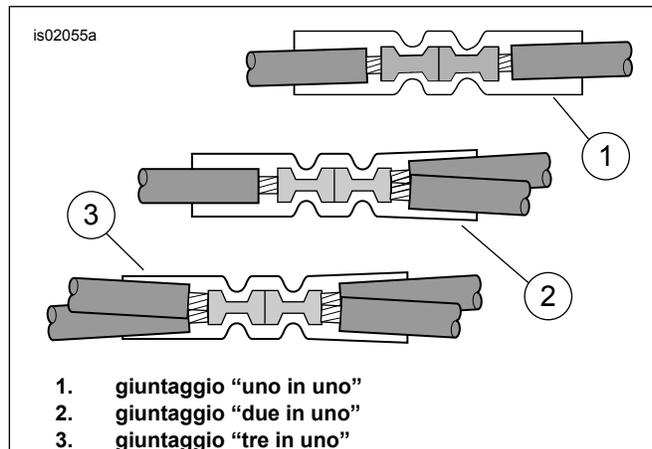

Figura 22. Configurazioni dei giunti
3. Vedere Figura 22 La configurazione di giuntaggio “due in uno”. Prendere dal kit il connettore **rosso** a giunto di testa a tenuta (vedere Figura 34, elemento 4). Giuntare il filo nero del trasmettitore del dispositivo di apertura della porta del garage ai fili **neri** del faro anteriore. Spelare la guaina del cablaggio del trasmettitore per facilitare l'esecuzione dei giunti.
- a. Giuntare i fili sulle estremità con cappuccio a tenuta del cablaggio del collegamento elettrico, secondo necessità. Se il cablaggio del collegamento elettrico è stato giuntato in una installazione accessoria precedente, tagliare via i giunti esistenti. **NON RIMUOVERE** il cappuccio a tenuta dal filo **ROSSO**. Vedere la figura 22. per configurazioni di giuntaggio multiple.
- b. Tagliare il cappuccio dal filo nero, spelare, giuntare e sigillare al filo **NERO** del cablaggio da **questo** kit, utilizzando il filo nero supplementare (10) dal pacchetto di bulloneria come estensione.
4. Vedere Figura 22 La configurazione di giuntaggio “due in uno”. Prendere dal kit il connettore **rosso** a giunto di testa a tenuta (vedere Figura 34, elemento 4). Giuntare il conduttore di alimentazione del cablaggio del dispositivo di apertura della porta del garage ai fili arancioni/bianchi del cablaggio principale, secondo l'appendice del manuale di manutenzione.